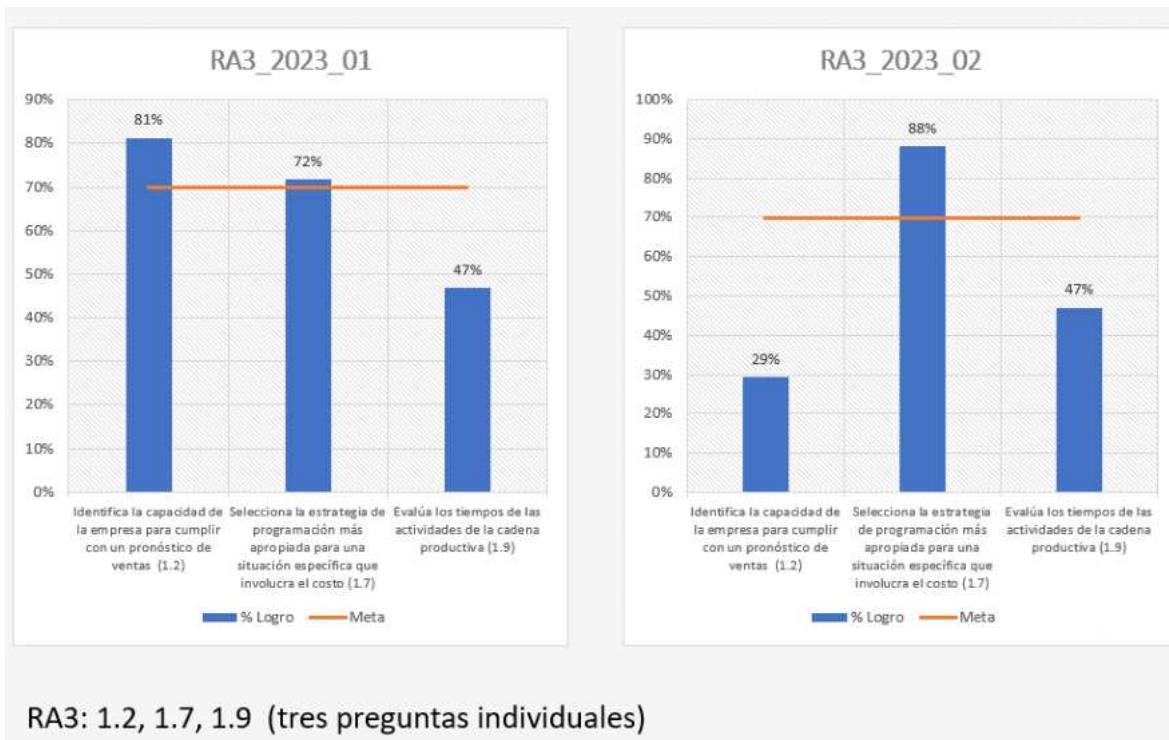

Figura 6. Análisis RA3 semestre 2023-01 y 2023-02
- Analizar el RA3, que hace referencia a entregar la producción en el momento que es, en el momento oportuno y en las cantidades que son, esto debido a que es el RA que no alcanza los resultados durante el semestre 2023-02, observándose una disminución considerable con el semestre 2023-01 (Figura 6)